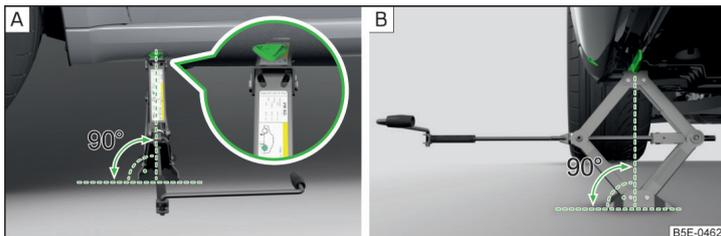

Abb. 196 Wagenheber ansetzen
- Die Grundplatte des Wagenhebers mit ihrer gesamten Fläche auf einem geraden Untergrund abstützen und sicherstellen, dass sich der Heber in senkrechter Position zum Aufnahmepunkt befindet » Abb. 196 - **A**.
- Den Wagenheber unter dem Aufnahmepunkt mit der Kurbel so weit hoch drehen, bis seine Klaue den Steg umfasst » Abb. 196 - **B**.